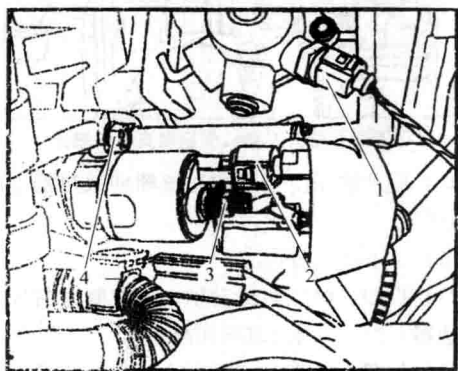

图 1-8 松开导线固定螺栓
13) 脱开插头连接 1 和 2。松开图 1-8 所示的导线固定螺栓 3 和 4, 并取下导线放置一旁。